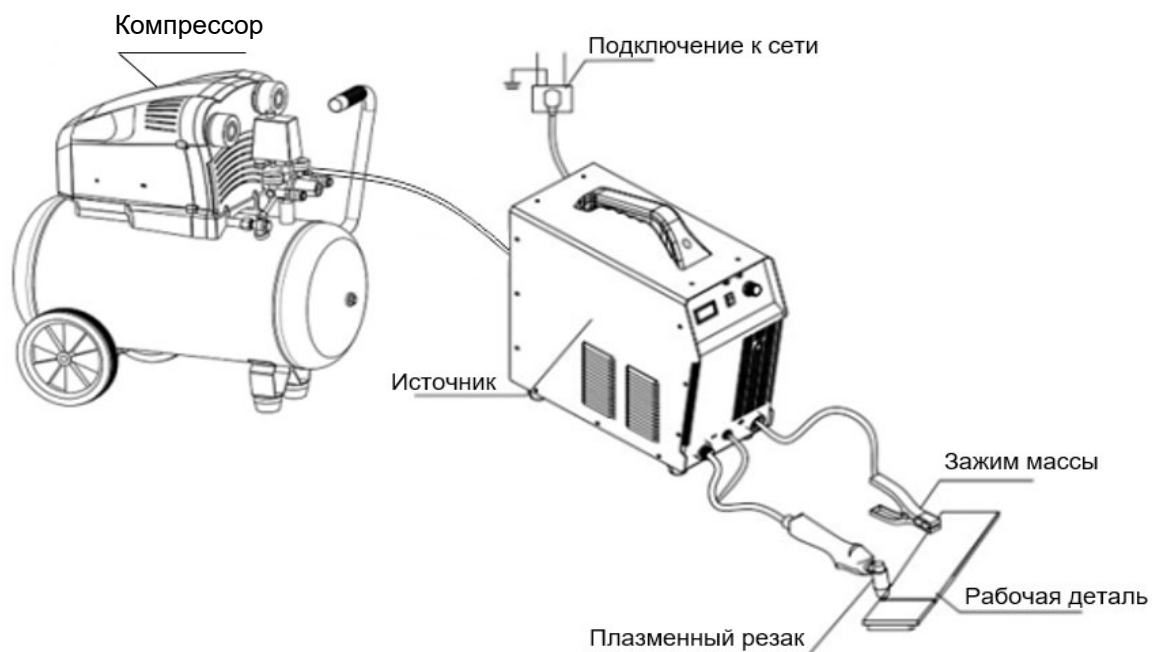

Рис. 3 Схема подключения плазменного резака
- 2) Подключите плазменный резак в соответствующий разъем на передней панели источника, одним из способов соединения: в виде резьбы или центрального адаптера. Убедитесь в плотной фиксации соединения. (Рис. 3)